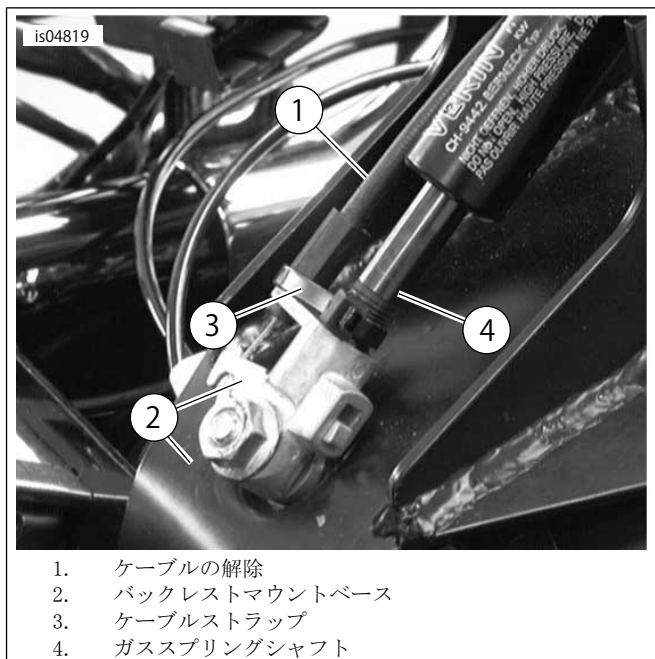

図6。バックレストマウントブラケットにケーブルを接続
12. 図6を参照してください。図のように、リリースケーブル(1)をバックレストマウントベース(2)に取り付けます。付属のケーブルストラップ(3)でガススプリング(4)のシャフトにケーブルを慎重に固定します。ケーブルストラップを締め過ぎないようにしてください。